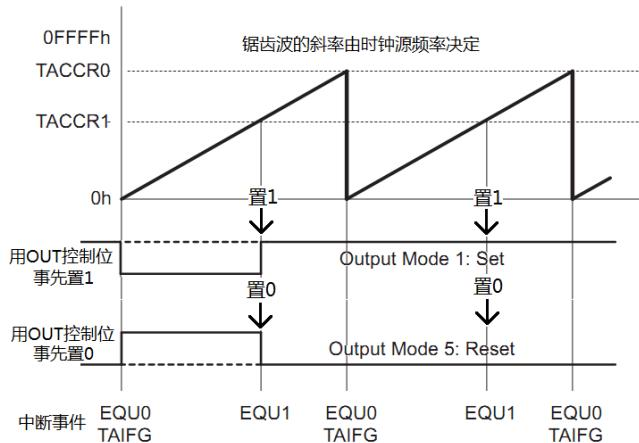
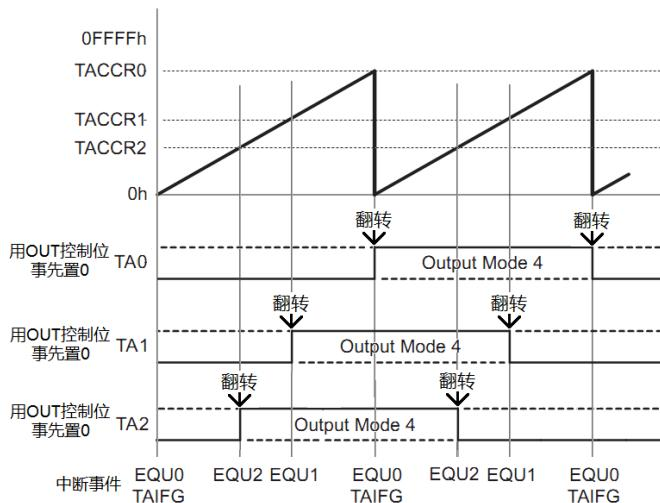

图 6.12 利用比较模块生成单稳态脉冲
图 6.15 利用比较模块生成调频调相信号
如图 6.12-图 6.15 所示，展示了如何通过设定主定时器的模式 MCx 和 CCRx 的输出模式 OUTMODx 的组合，得到的各种“高价值”波形。
- 2) 模式 1 和模式 5：用于生成单稳态脉冲。如图 6.12 所示，主定时器（计数器）设置为增计数模式，使用 OUT 控制位预先置 0/置 1 后，就可以得到正/负单稳态脉冲，
- 5) 模式 4：用于生成最多 3 路移相波形。前面我们提到 PWM 波形最多能生成 2 路，在不需要控制占空比时（50% 占空比的方波），通过模式 4 可得 3 路频率相位均可改变的输出波形。如图 6.15，将主定时器（计数器）设置为增计数模式，CCR0 的 TACCR0 决定信号输出频率。CCR1/2 的 TACCR1/2 值决定了 TA1/2 超前 TAO 的相位。